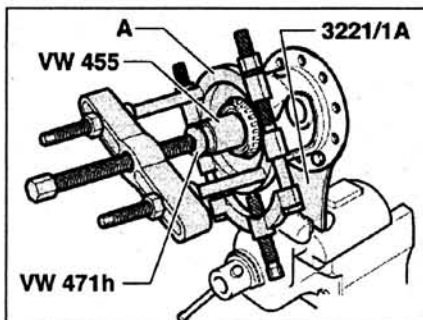

Рис. 4.96. Извлеките обе внутренние обоймы конических роликовых подшипников с помощью съемника А.
2. Извлеките обе внутренние обоймы конических роликовых подшипников с помощью съемника A Kukko 17/2 с Kukko 15/2 (рис. 4.96).